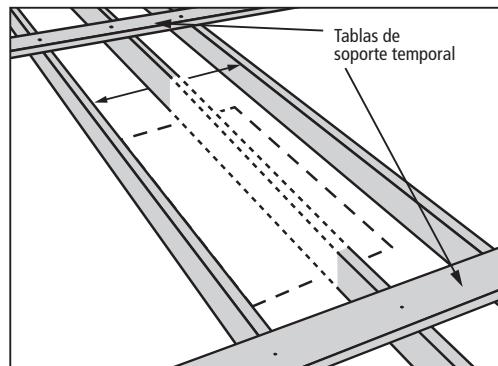

FIGURA 19
B. Para abertura con eliminación de vigas del techo (Figura 19).